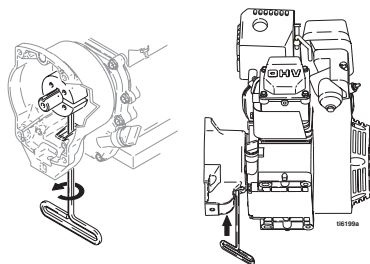

FIG. 9
3. FIG. 9. Lägg motorn på sidan med tanken nedåt och luftrenaren uppåt.